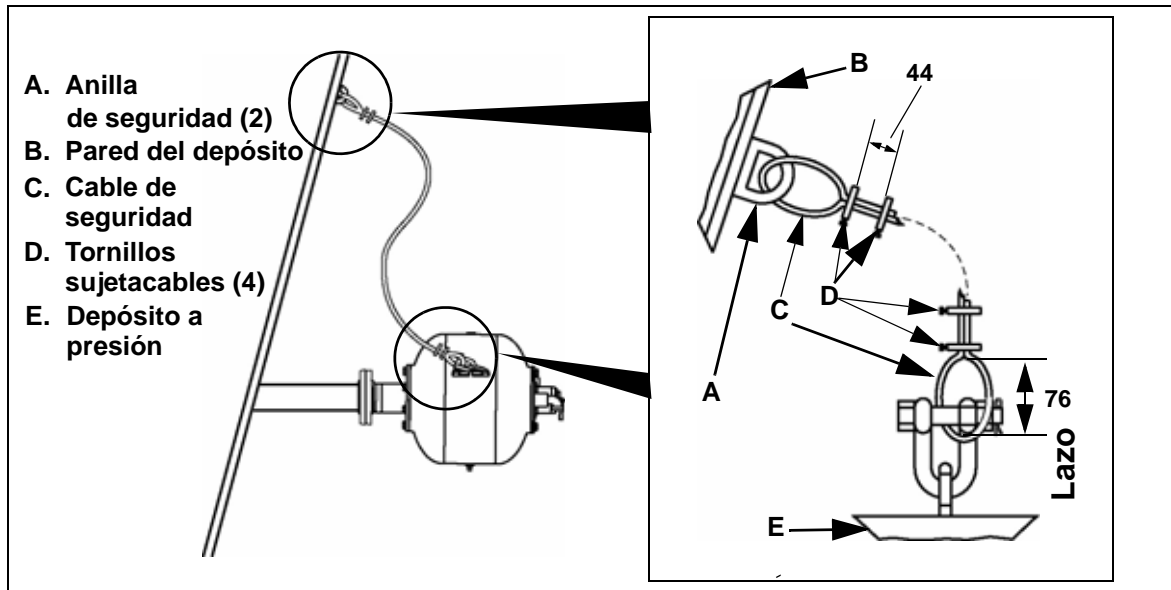

Fig. 3: Fijación del cable de seguridad
1. Soldar la anilla de seguridad incluida (pos. A en fig. 3) con una costura de garganta de 6 mm a la pared del depósito (B).